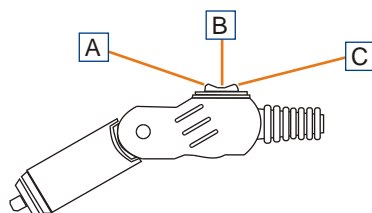

Figure 2. Prise allume cigare
L'alimentation du « LS12 » s'effectue sur la prise allume cigare. (figure 2.)
- La position avant : « sélection du programme de fonctionnement » (Figure 2. rep A)
- La position centrale : OFF (Figure 2. rep B)
- La position arrière : ON (Figure 2. rep C)